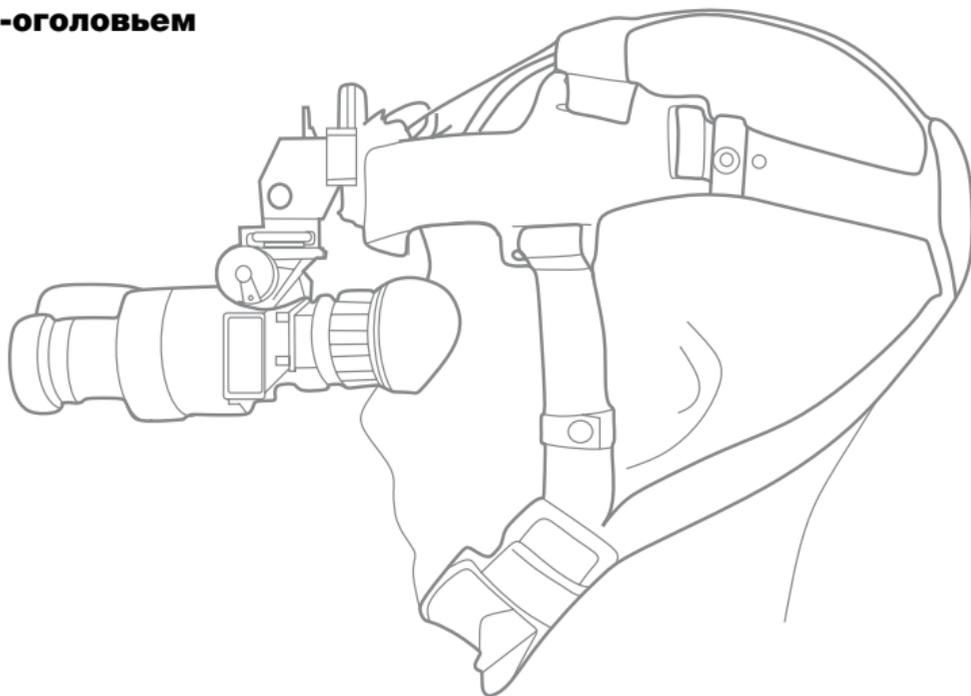

## **Рисунок 2** **Кронштейн**
1.5.1 Принцип действия прибора основан на преобразовании (усилении) изображения объекта малой яркости в видимое изображение. Внутри корпуса 2 (рисунок 1) размещены электронно-оптический преобразователь (ЭОП), блок питания с батарейным отсеком 3, патрон осушки 7, инфракрасный осветитель 7 (рисунок 2). С одной стороны к корпусу прибора крепится сменный объектив 1 (рисунок 1), с другой стороны – окуляры 5. Наглазники 4 обеспечивают удобство работы и предохраняют глаза от травм. Получение чёткого изображения обеспечивают фокусировкой объектива 1 и диоптрийной подвижкой окуляров 5. При замене объектива 1 на длиннофокусный прибор можно использовать как бинокль (рисунок 5). Для удобства работы с биноклем с обеих сторон корпуса со стороны окуляров имеются пазы 2 (рисунок 5) для крепления ремня. В верхней части корпуса со стороны батарейного отсека 3 (рисунок 1) расположено посадочное место 8 для крепления прибора на маске. В батарейном отсеке 3
размещается элемент питания типа АА 1,5 В, закрытый крышкой 6. Инфракрасный осветитель 7 (рисунок 2) включают при недостаточной освещённости объекта наблюдения. Включение прибора и инфракрасного осветителя осуществляют нажатием кнопки 6 разной длительностью. Светофильтры на объективах прибора обеспечивают работу прибора в сумерках и в дневное время суток.
1.5.2 Маска предназначена для фиксации очков на голове, она производится в двух исполнениях – маска лицевая и маска-оголовье. По направляющей типа «ласточкин хвост» 5 (рисунок 2) очки устанавливают на маске на удобном для глаз расстоянии и зажимают винтом 4. Кронштейн вместе с очками может перемещаться в вертикальном направлении по направляющей 2 нажатием с двух сторон на фиксаторы 1. Нажатием на скобу 3 в направлении очков можно откинуть кронштейн с закрепленными на нем очками вверх более чем на 90°. Для фиксации маски на голове предусмотрены ремешки. Длину подбирают индивидуально и регулируют натягиванием ремешков в специальных пазах ободка. Плотное прилегание маски к лицу обеспечивает эластичный амортизатор. Для обеспечения удобства при длительной работе в маске в конструкции предусмотрены съёмные противовесы.
2.2.3 Разместить очки на маске по направляющей типа «ласточкин хвост» 5 (рисунок 2) на удобном для глаз расстоянии и зажать винтом 4.